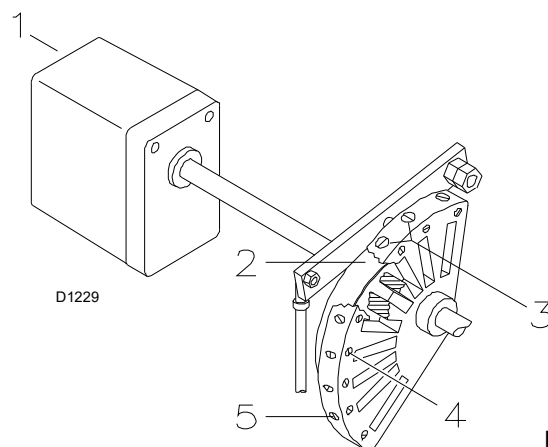
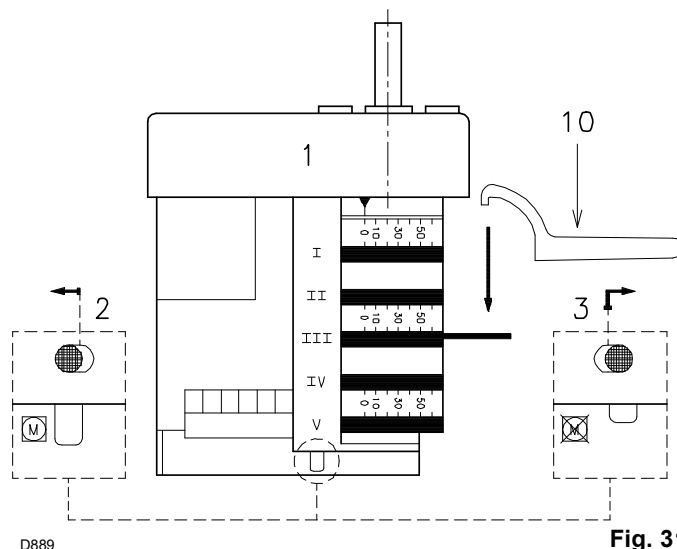

Fig. 30
Fig. 31
Modifier en progression le profil final de la came 2)(Fig. 30) en agissant sur les vis 5).
Modifier en progression le profil initial de la came 2)(Fig. 30) en agissant sur les vis 3).
Éteindre le brûleur en actionnant l'interrupteur 1)(Fig. 27 à la page 24), position OFF, désolidariser la came 2)(Fig. 30) du servomoteur, en pressant et en déplaçant vers la droite le bouton 3)(Fig. 31), et vérifier plusieurs fois en tournant à la main la came 2) en avant et en arrière, que le mouvement est doux et sans obstructions.
Fixer à nouveau la came 2) au servomoteur en déplaçant le bouton 2) vers la gauche (Fig. 31).
Une fois le réglage terminé, fixer la came à l'aide des vis 4)(Fig. 30).
Pour l'éventuel réglage de la came III, en particulier pour les petits déplacements, il est possible d'utiliser la clé correspondante 10)(Fig. 31) soutenue par un aimant sous le servomoteur.
- 6 s :** Démarrage du servomoteur : il tourne vers la droite de 130°, à savoir jusqu'à l'intervention du contact sur la came I) (Fig. 31 à la page 26). Le volet d'air se positionne sur la puissance MAX.
- 85 s :** Le servomoteur tourne vers la gauche jusqu'à l'intervention du contact sur la came III) (Fig. 31 à la page 26).
- L'arrêt du brûleur s'effectue quand la demande de chaleur est inférieure à celle fournie par le brûleur à la puissance MIN. (partie F-G). La télécommande TL s'ouvre, le servomoteur revient à l'angle 0° limité par le contact de la came II)(Fig. 31 à la page 26). Le volet se ferme complètement pour réduire au minimum les dispersions thermiques.
Désolidariser la came 2)(Fig. 30 page 25) du servomoteur, en appuyant et en déplaçant vers la droite le bouton 3)(Fig. 31 à la page 26), et contrôler manuellement que sa rotation, en avant et arrière, se réalise librement. Fixer à nouveau la came en déplaçant le bouton 2) vers la gauche (Fig. 31 à la page 26).